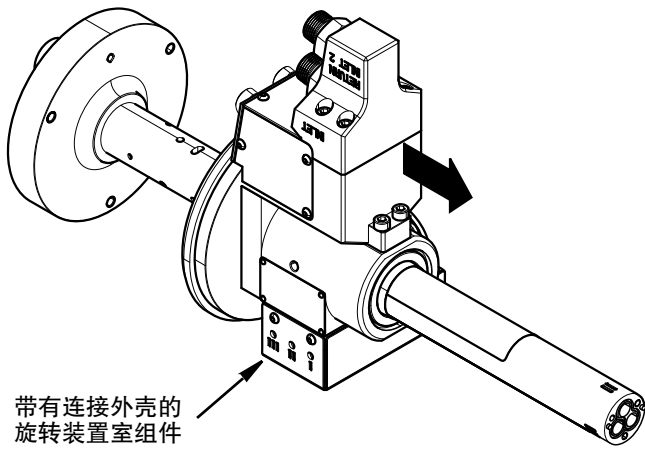

FIG. 17
9. 滑出带有连接外壳的旋转装置室组件。参见FIG. 17。